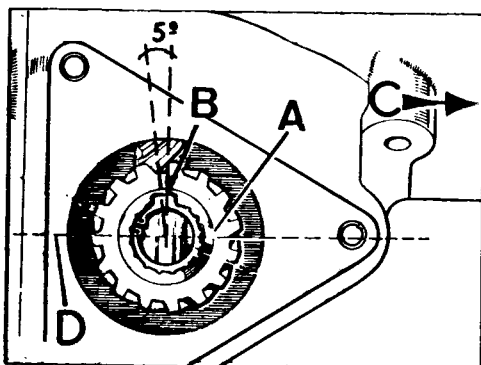

Fig. A1-117 Sincronización del piñón de mando con respecto al árbol de levas
- 2.4. El piñón de mando, A (Fig. A1-117) deberá quedar con la ranura ancha, B, desplazada  $5^{\circ}$  aproximadamente hacia la izquierda, con respecto a la línea perpendicular al eje longitudinal del motor (motores de 5 apoyos). En motores de 3 apoyos, esta ranura deberá quedar totalmente perpendicular al eje longitudinal, D.